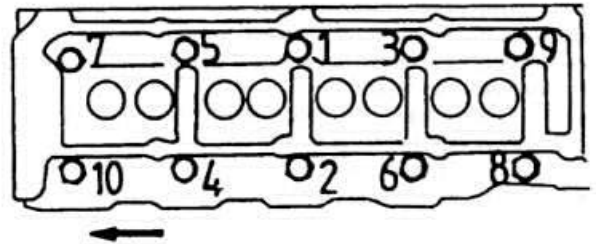

Рис. 2.28
- ♦ Отвинтите болты крепления головки блока, начиная снаружи и смещаясь к середине. Это действие следует выполнять в обратной последовательности, нежели показано на рис. 2.28.